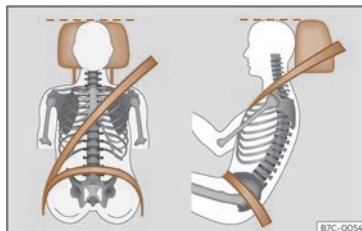

Fig. 17 Banda del cinturón y apoyacabezas ajustados correctamente.
- Ajuste el apoyacabezas de modo que el borde superior quede, en la medida de lo posible, a la altura de la parte superior de la cabeza, lo más cerca posible de la altura de los ojos¹⁾ >>> **pág. 136**. Mantenga la nuca lo más cerca posible del apoyacabezas >>> **fig. 17**.
- Ajuste longitudinalmente el asiento de forma que pueda pisar a fondo los pedales con las rodillas ligeramente flexionadas y que quede una distancia entre la zona de las rodillas y el tablero de instrumentos de al menos 10 cm (4 pulgadas) >>> **fig. 17.**